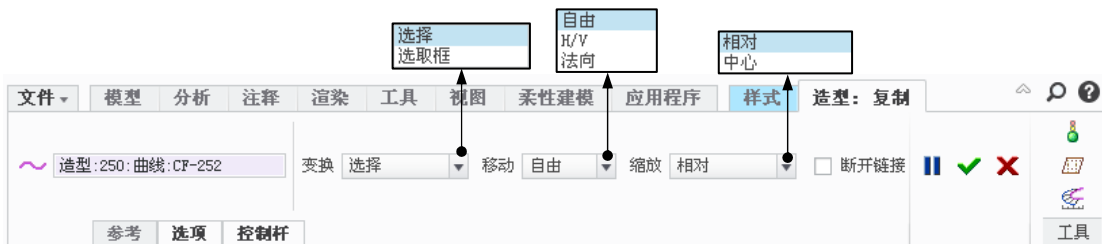
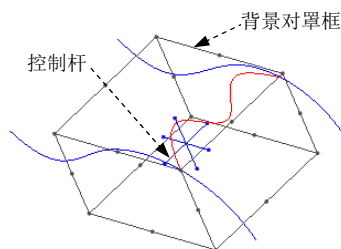
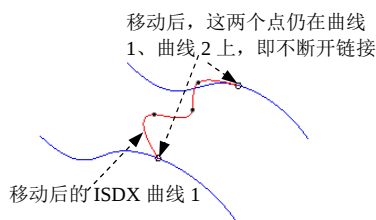

图 10.3.58 “造型: 复制”操控板
图 10.3.59 进入“复制”环境
图 10.3.62 移动 ISDX 曲线 1
(1) 在 **样式** 操控板中选择 **曲线** **复制** 命令, 则此时操控板如图 10.3.58 所示, 同时模型周围会出现图 10.3.59 所示的控制杆和背景对罩框。
(4) 在 **样式** 操控板中选择 **曲线** ▾ ➡ **移动** 命令, 则此时弹出“造型: 移动”操控板, 同时模型周围将出现图 10.3.59 所示的控制杆和背景对罩框。选取 ISDX 曲线 1 并移动鼠标, 即可移动 ISDX 曲线 1, 如图 10.3.62 所示。